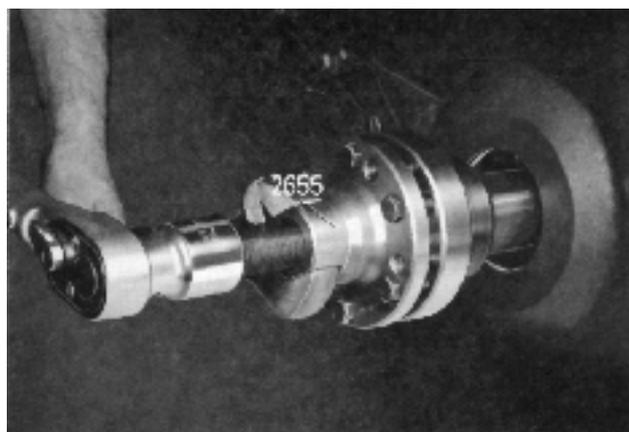

Fig. 44. Démontage de la tête « polygone »
3. Dévisser la vis centrale de l'assemblage « polygone » et démonter ce moyeu « polygone » en se servant de l'extracteur 2655 (figure 44).